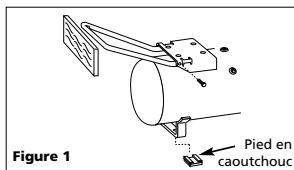

Figure 1
2. Placer un morceau de bois court contre le bout de la poignée et le frapper avec un maillet ou un marteau pour enfoncer la poignée dans la plaque de base jusqu'à ce que les trous dans la poignée et la plaque de base soient alignés. (Voir Fig. 1).
4. Écarter les ouvertures dans les pieds et les glisser sur le support de fer. Positionner comme indiqué sur Fig. 1.